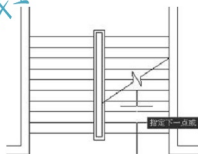

图 2.125 确定上行箭头箭杆终点的位置
(3) 在 **指定下一个点或 [圆弧(A)/半宽(H)/长度(L)/放弃(U)/宽度(W)]**：提示下，关闭 **【对象捕捉】** 功能，将光标垂直向上拖动至图 2.125 所示的位置单击，这样就绘出了上行箭头的箭杆。